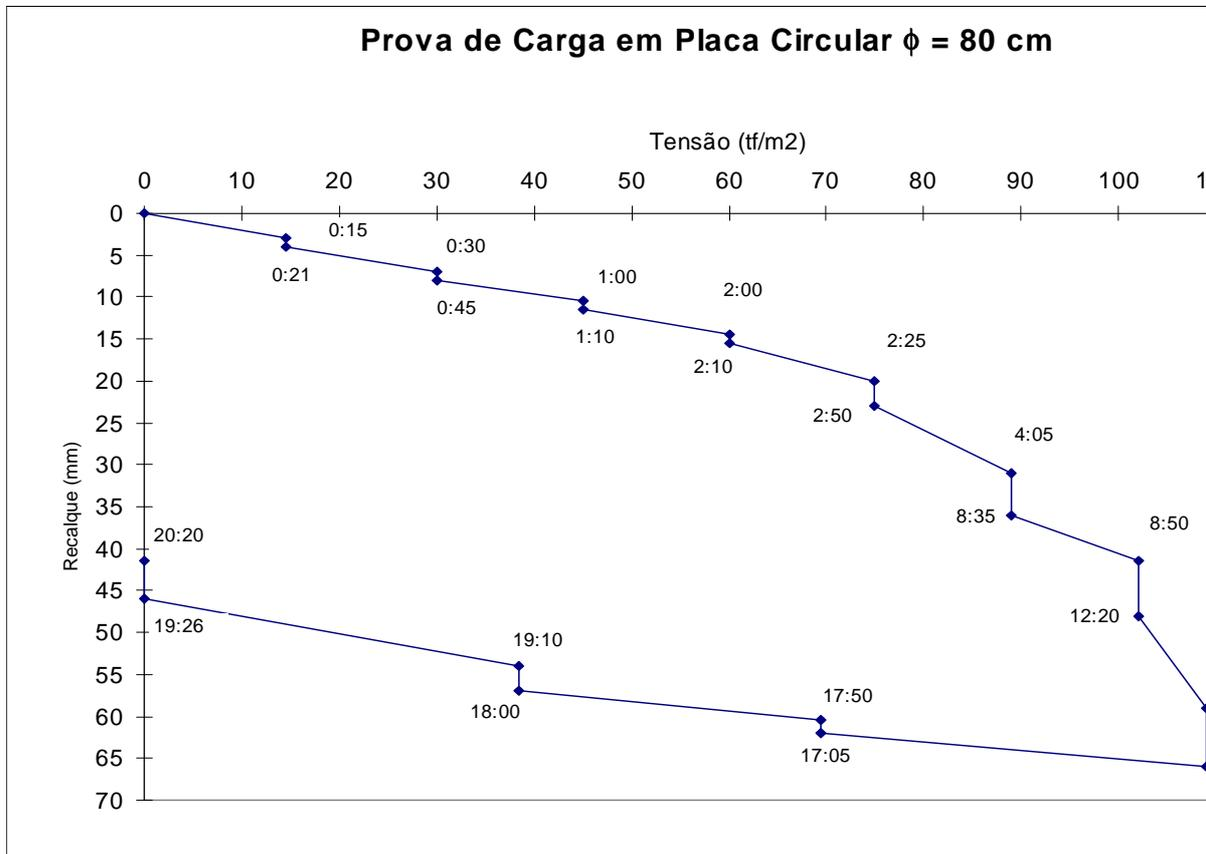

Figura 1. Prova de carga
- 1) A partir da prova de carga da Figura 1, realizada numa camada de argila, sobre uma placa de 0,8 m de diâmetro, estime o recalque de uma sapata de 3 m de lado, que será construída no mesmo local e será carregada com uma tensão uniforme de 400 kN/m². (admita uma placa circular equivalente)